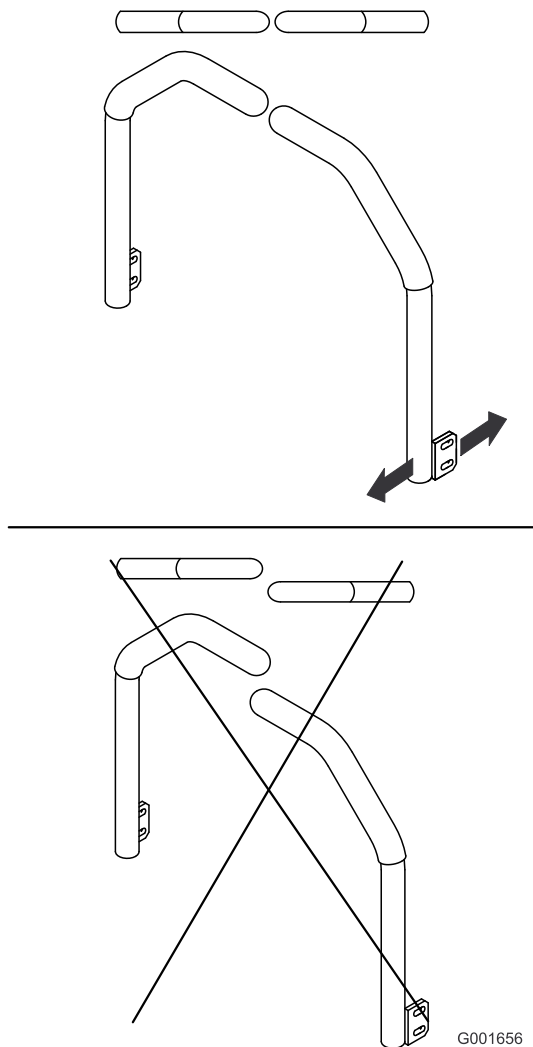

Figura 65
5. Regolate le leve di controllo in modo che siano allineate (Figura 65), e serrate i bulloni, fissando le leve alle colonne.